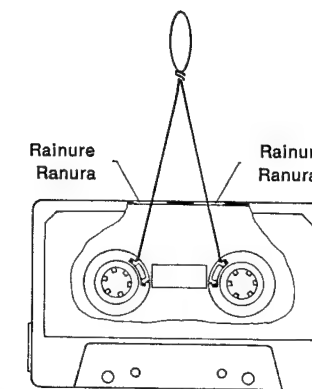

Fig. 2
8. Mesurage de la traction du ruban (voir fig. 2)
8. Medición de la tracción de la cinta (véase fig. 2)